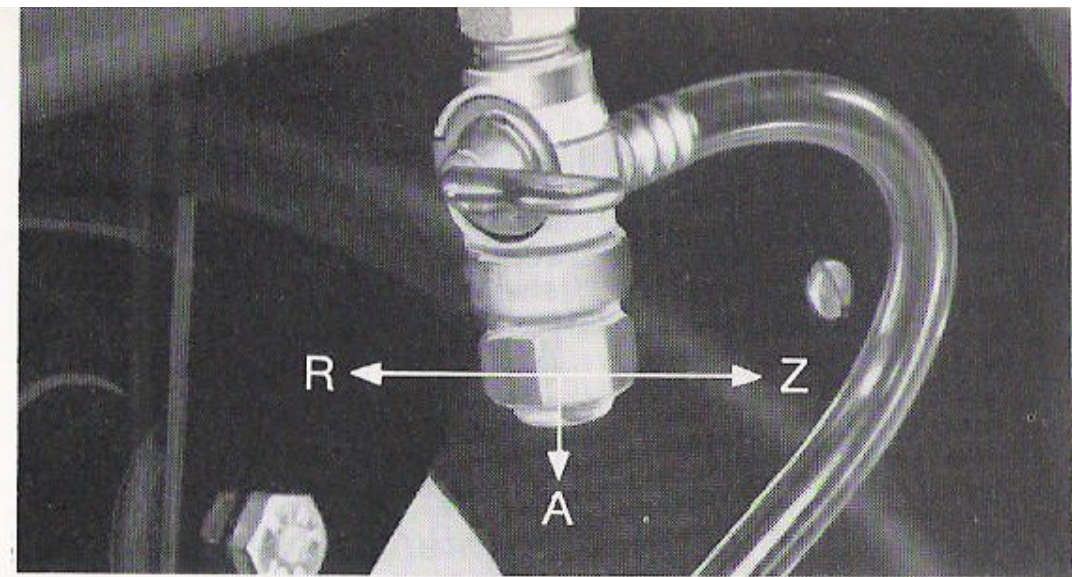

Bild 6
- 16 = Kraftstoffhahn (verdeckt, s. Bild 6)
## Kraftstoffhahn (Bild 6)
Kraftstoffhahn (Bild 6) schließen (Stellung Z). Zündung durch Zünd-/Lichtschalter (1/3) unterbrechen.